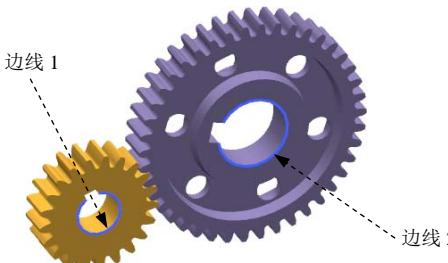

图 5.1.2 定义旋转副
(1) 选择下拉菜单 **插入(S)** → **运动副(D)...** 命令，系统弹出“运动副”对话框；在“运动副”对话框**定义**选项卡的**类型**下拉列表中选择 **旋转副** 选项；在模型中选取图5.1.2所示的边线1为参考，系统自动选择连杆、原点及矢量方向。
(2) 单击“运动副”对话框中的**驱动**选项卡；在**驱动**区域的**旋转**下拉列表中选择**恒定**选项；在**初速度**文本框中输入值30。
(3) 单击 **确定** 按钮，完成旋转副的定义。
(1) 选择下拉菜单 **插入(S)** → **运动副(D)...** 命令，系统弹出“运动副”对话框；在“运动副”对话框**定义**选项卡的**类型**下拉列表中选择 **旋转副** 选项；在模型中选取图5.1.2所示的边线2为参考，系统自动选择连杆、原点及矢量方向。
(2) 单击 **确定** 按钮，完成旋转副的定义。